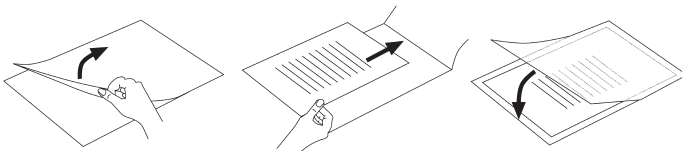

Fig. 2
- ▶ Veillez à utiliser un seul film pour la plastification. Ouvrez tout d'abord ce dernier, comme indiqué sur la fig. 2.
- ▶ Veuillez à utiliser un seul film pour la plastification. Ouvrez tout d'abord ce dernier, comme indiqué sur la fig. 2 (cf. p. 23).